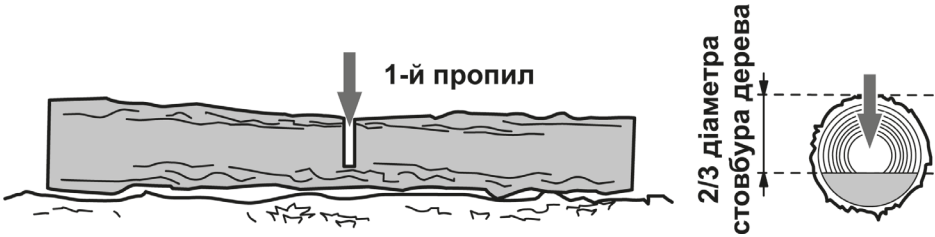

Рисунок 4. Схема попереднього розпилу колоди.
1. Перший розпил зробити згори вниз на 2/3 діаметра стовбуру дерева (рис. 4).